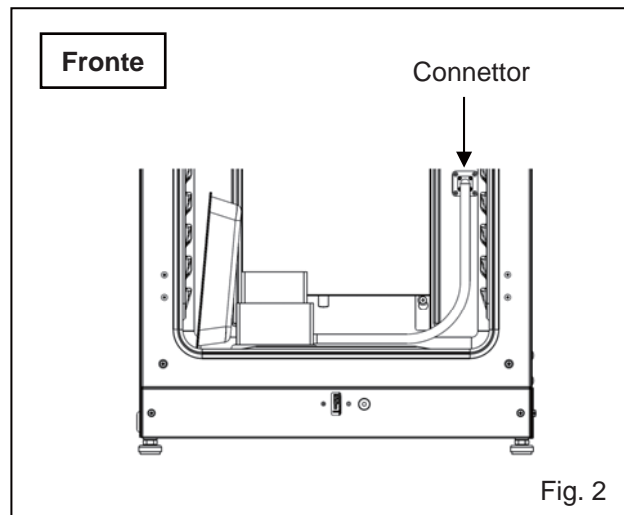

Fig. 2
7. Togliere il cappuccio del connettore sul fondo a destra del lato della camera più lontano. Collegare il generatore di H2O2 e il connettore con il cavo fornito (Fig. 2).